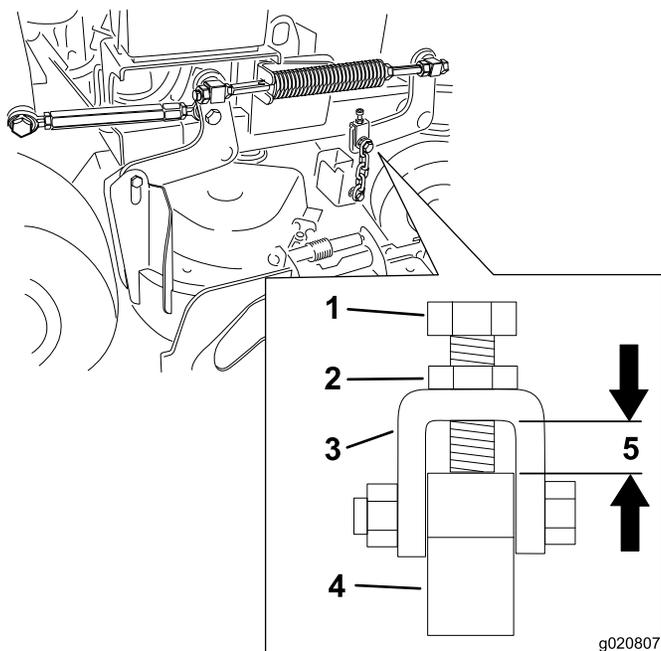

Figura 83
10. Verifique a distância entre a forquilha e o braço do suporte de elevação da plataforma em cada forquilha. Esta distância tem de ser de 11 mm. Ver Figura 83.
12. Desaperte a porca de bloqueio e ajuste o parafuso de ajuste para conseguir a distância correcta mostrada em Figura 83.